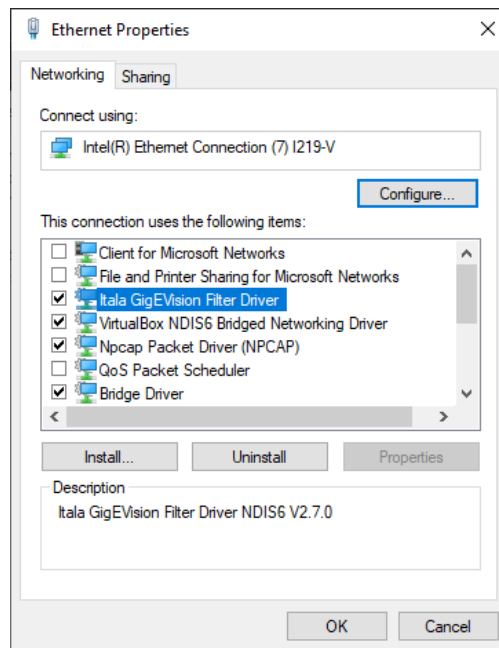

Figure 5: Il driver del filtro è stato installato con successo.
È possibile verificare l'avvenuta installazione del driver del filtro nella finestra delle proprietà della connessione Ethernet. Andare a *Control Panel > Network and Sharing Center > Change adapter settings*, fare clic con il pulsante destro del mouse sulla connessione Ethernet e selezionare *Properties*. Nella scheda *Networking* si dovrebbe vedere la voce del driver di filtraggio con una casella di controllo selezionata, come mostrato nella Fig.5.
4. Al termine dell'installazione, il driver del filtro apparirà nella finestra delle proprietà della NIC (Fig. 5).